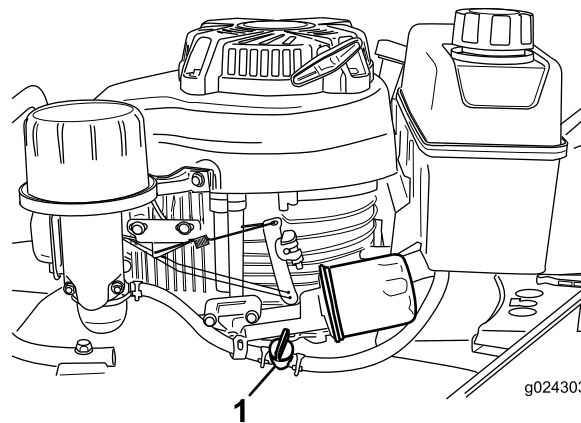

Figura 12
2. Abra la válvula de combustible (Figura 12).
Nota: Cierre la válvula de combustible (Figura 12) a menos que vaya a volver a arrancar el motor en breve.